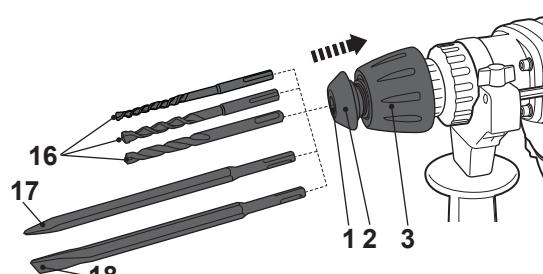

Fig. 1
- > Puxe a tampa do mandril (3) para trás e mantenha-a nessa posição.
- > Introduza a broca ou cinzel SDS no mandril (1) com um movimento giratório completo até ao fundo (Fig. 1).